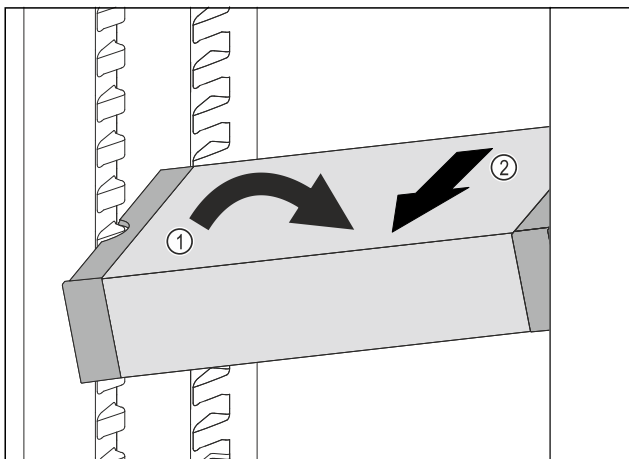

Fig. 112
- Incliner le VarioSafe dans la partie réfrigérateur. Fig. 112 (1)
- Sortir le tiroir VarioSafe par l'avant. Fig. 112 (2)